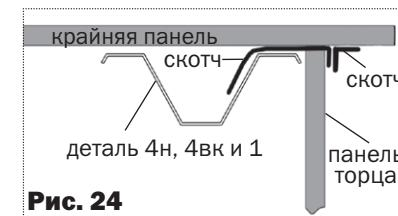

Рис. 24
- 11.** Заклейте стык покрытия между торцами теплицы и верхними панелями скотчем (**рис.24**).